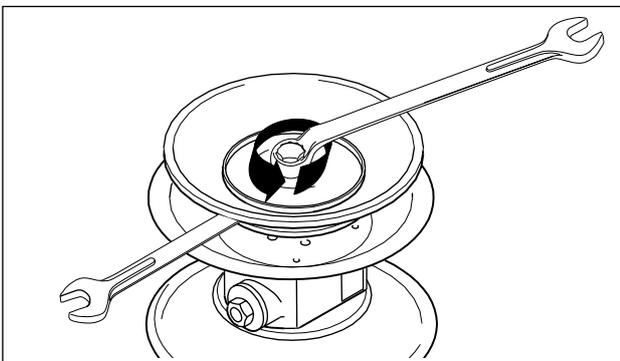

Fig. 10 – Détacher le disque de la membrane. (inutile pour les membranes nopped E4®.)
rieur et le retirer avec la membrane (Fig. 10). Sur les pompes en plastique, dévisser tout d'abord le bouchon en plastique (à partir de DL25).
- Détacher les membranes ; cf. fig. 10 et 21